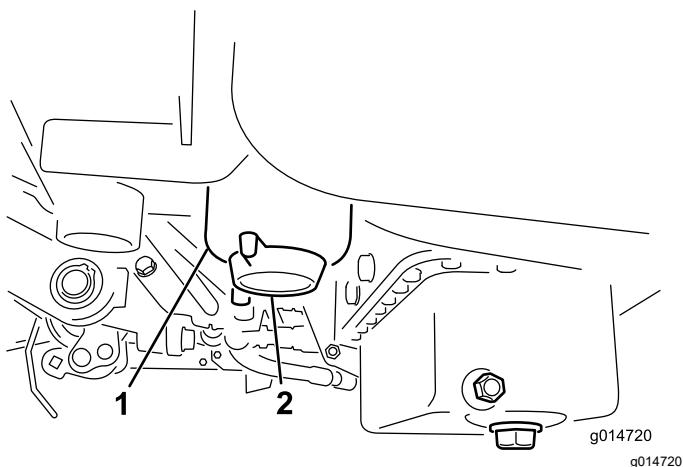

Bild 39
2. Reinigen Sie den Anbaubereich der Filterglocke (Bild 39).
4. Öffnen Sie die Filterablassschraube (Bild 39).